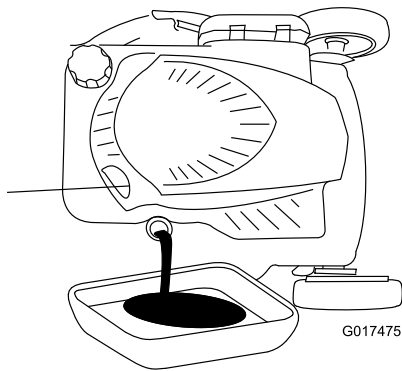

Figura 22
4. Coloque la máquina de lado con la varilla de aceite hacia abajo para drenar el aceite usado a través del tubo de llenado de aceite (Figura 22).